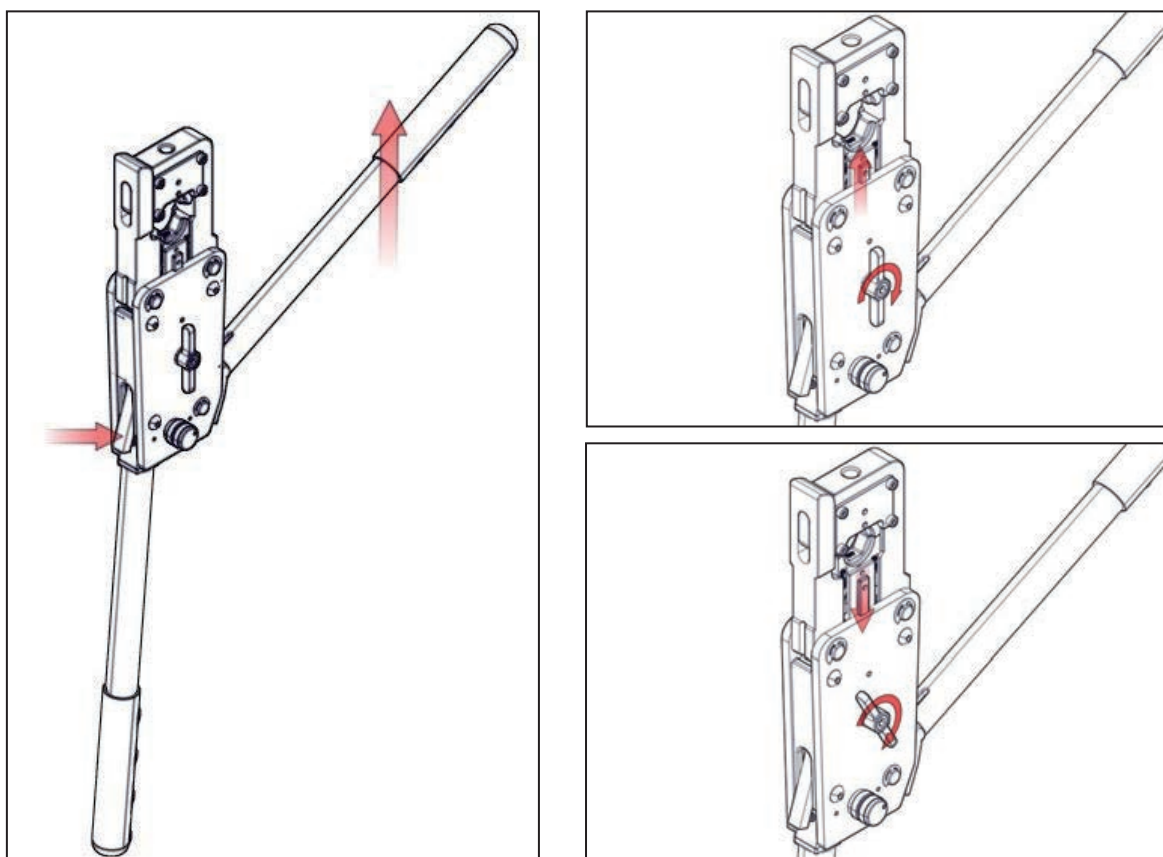

Figura 4. Operación de avance/retroceso
- (3) Asegúrese de que la operación de avance/retroceso se ejecute correctamente. (Consulte la figura 4).
(3) Tenha a certeza que o avanço e retorno rápido está a trabalhar. Veja a Figura 4.